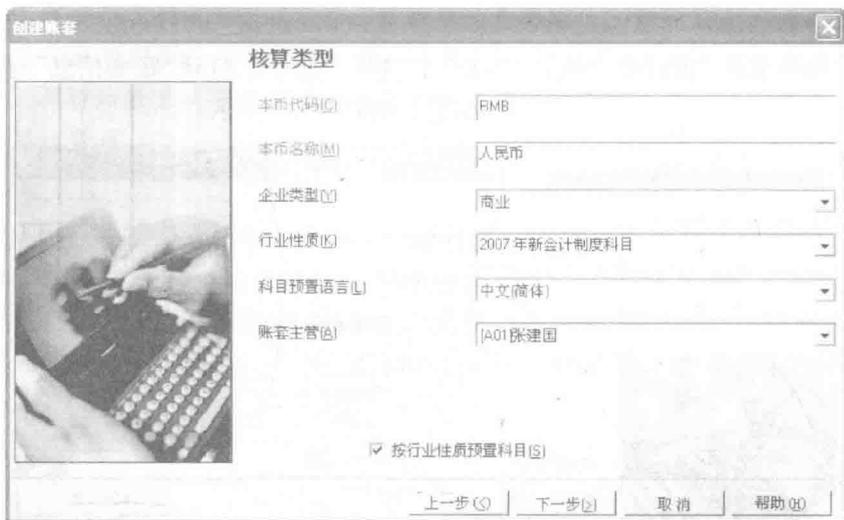

图1-4 “核算类型”对话框
(5)单击“下一步”按钮，打开“核算类型”对话框。选择“工业”企业类型，行业性质默认为“2007年新会计制度科目”，科目预置语言选择“中文(简体)”，从“账套主管”下拉列表中选择“[A01]张建国”，如图1-4所示。